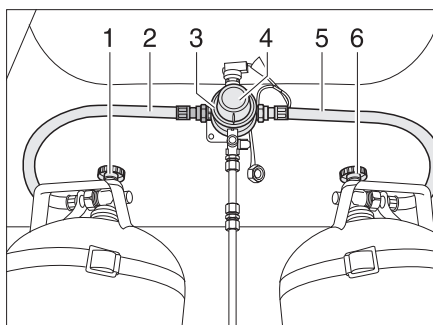
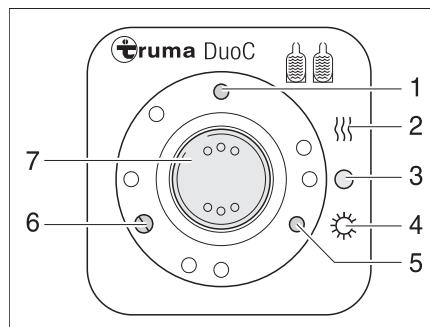

Fig. 90 Impianto di commutazione DuoControl
Fig. 91 Centralina di controllo
L'impianto di commutazione DuoControl è costituito da una valvola commutatrice (Fig. 90,3) e dalla centralina di controllo (Fig. 91). La valvola commutatrice è montata tra i tubi del gas (Fig. 90,2 e 5). Con la manopola (Fig. 90,4) sulla valvola commutatrice è possibile stabilire, quale delle bombole del gas viene utilizzata come bombola in uso e quale bombola del gas viene utilizzata come bombola di riserva.
Sulla centralina di controllo (Fig. 91) possono venire azionate solo le funzioni elettriche. Le valvole principali di arresto delle bombole del gas (Fig. 90,1 e 6) devono essere aperti manualmente.
La valvola commutatrice garantisce una pressione del gas costante, indipendentemente da quale bombola provenga l'alimentazione del gas. Le due spie di controllo della centralina di controllo segnalano il livello della bombola in uso. Se la spia di controllo verde (Fig. 91,6) è accesa, la bombola in uso è piena. Se la spia di controllo rosso (Fig. 91,5) è accesa, la bombola in uso è vuota. In questo caso il gas viene fornito dalla bombola di riserva.
- Aprire le valvole principali di arresto delle bombole del gas (Fig. 90,1 e 6).
- Con la manopola (Fig. 90,4) sulla valvola commutatrice (Fig. 90,3) selezionare la bombola del gas, da cui proviene la principale alimentazione del gas (bombola in uso).
- Sulla centralina di controllo (Fig. 91) attivare l'impianto di commutazione DuoControl.
Posizionare l'interruttore a bilico (Fig. 91,7) su funzionamento invernale "On e riscaldamento" (Fig. 91,2) oppure su funzionamento estivo "On" (Fig. 91,4). Ora la valvola commutatrice è disaerata. La spia di controllo gialla (Fig. 91,1) si accende selezionando il funzionamento invernale e con impianto antighiaccio in funzione.
- Portare l'interruttore a bilico (Fig. 91,7) in posizione "O" (Fig. 91,3). La spia di controllo gialla (Fig. 91,1) si spegne.
- Chiudere le valvole principali di arresto delle bombole del gas (Fig. 90,1 e 6).
Le spie di controllo sulla centralina di controllo (Fig. 91,5 e 6) segnalano all'interno del veicolo se la bombola del gas in uso è pronta.
Se la spia di controllo verde (Fig. 91,6) si spegne durante il funzionamento e la spia di controllo rossa (Fig. 91,5) si accende, la bombola del gas selezionata come bombola in uso è vuota e deve essere sostituita. La bombola di riserva continua ad alimentare le utenze a gas.